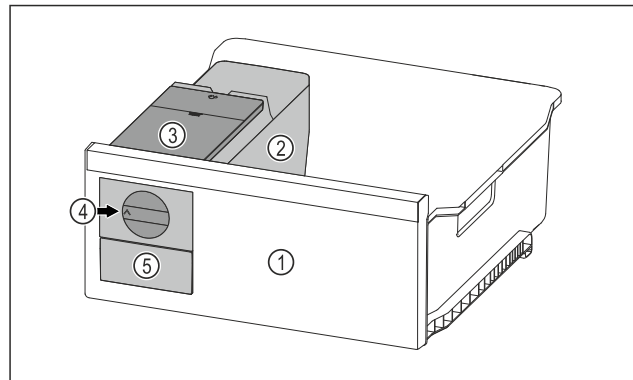

Fig. 120 Примерное изображение
- ▶ Поверните поворотную кнопку Fig. 120 (4) по часовой стрелке до упора.
- ▷ Кубики льда упадут из ванночки для кубиков льда в выдвижной ящик для кубиков льда Fig. 120 (5). Если не все кубики льда извлекаются из ванночки для кубиков льда: